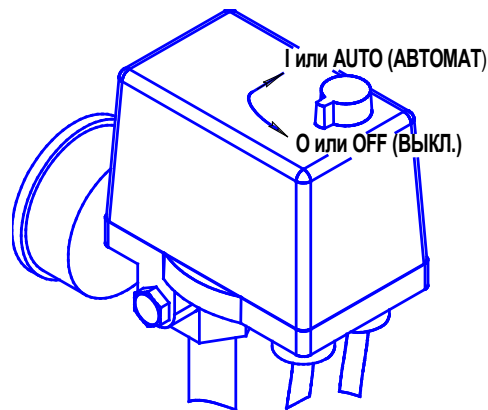

Рисунок 2
- 1 Проверьте, чтобы выключатель на прессостате находился в выключенном положении "OFF" или "O", в зависимости от исполнения (см. рисунок 2).
- 1 Выключить компрессор выключателем на прессостате. Для этого необходимо переключить выключатель в положение "OFF" или "O", в зависимости от исполнения (см. рисунок 2). После этого остановится электродвигатель и произойдет сброс давления из нагнетательного воздухопровода и поршневого блока.
Для пуска компрессоров СБ4/Ф-500.W95, СБ4/Ф-500.W95/16, СБ4/Ф-500.W95ТБ после срабатывания защиты выполните следующие действия: после того, как двигатель остынет до допустимой температуры переключите выключатель на прессостате в положение "OFF" (см. рисунок 2), а затем включите компрессор переключив выключатель в положение "АUTO". Компрессор СБ4/Ф-500.W95Т включается автоматически.